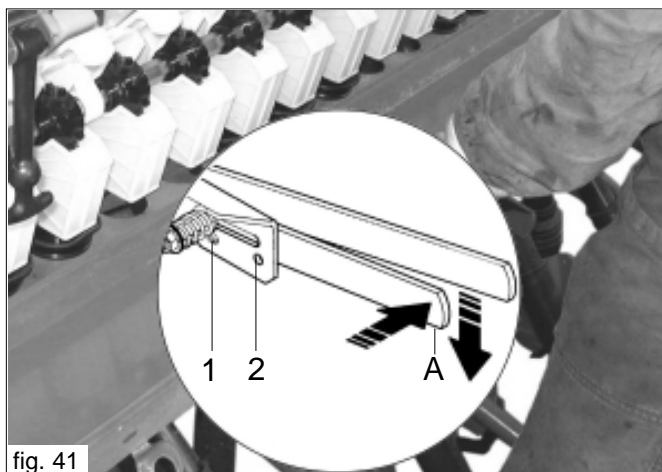

fig. 41
- das Gestell mittels des Hebels (A, Abb. 41) absenken: Durch einen leichten seitlichen Druck die Stellung der Hebelsprosse von (1) auf (2) verschieben.